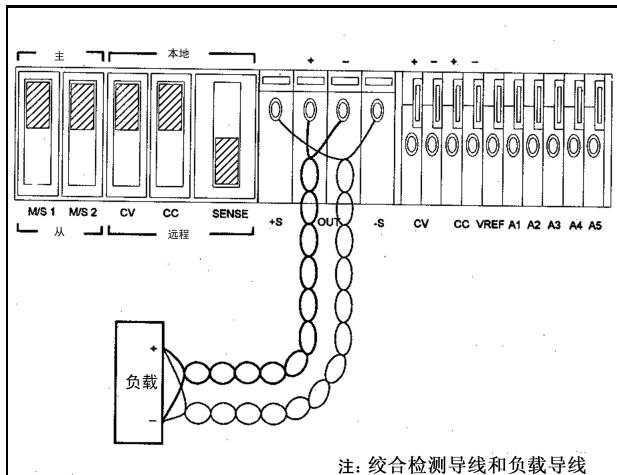

图 5, 远程电压检测
**远程检测连接。**远程检测需要更改后面板开关的设置，将负载导线从“+”和“-”输出端子连接到负载，并将检测导线从 +S 和 -S 端子连接到负载，如图 5 所示。